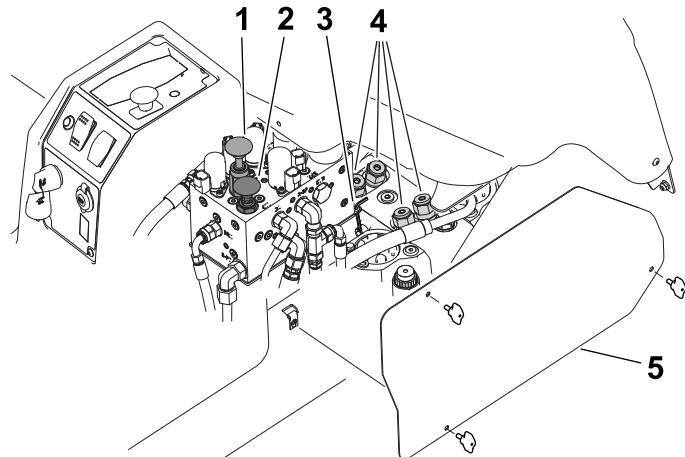

Рисунок 63
Примечание: В комплект машины входит шестигранный ключ (6 мм), он расположен рядом с гидрораспределителем (Рисунок 63). Используйте этот ключ для выполнения данной процедуры.
2. Снимите панель доступа с правой стороны консоли управления (Рисунок 63).